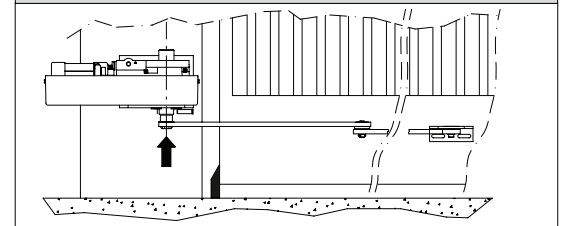

Рис. 8
- Правильное положение рычага привода показано на рис.8. Точка крепления к створке «А» может быть определена расположением кривого рычага в соответствии с размерами рис.8.